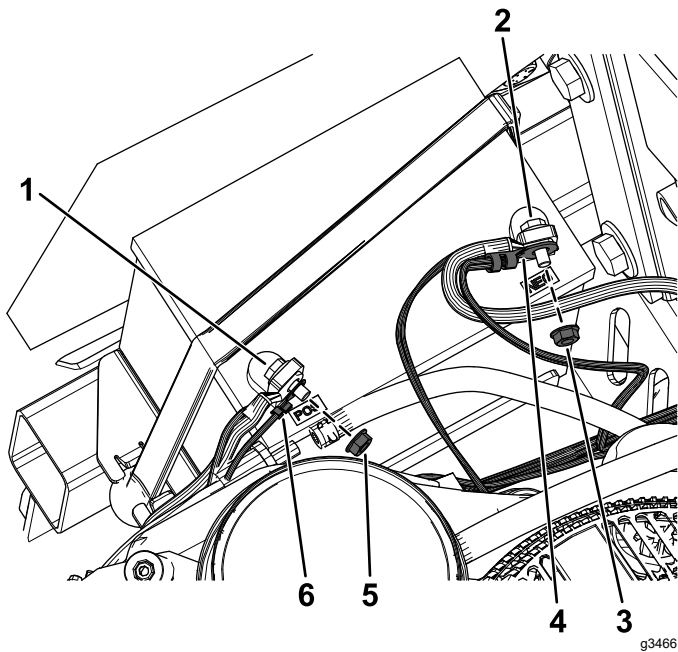

Figura 23
5. Rimuovete il dado dal morsetto positivo della batteria e montate il capocorda positivo del cablaggio preassemblato del kit sul bullone (Figura 23).
6. Fissate il capocorda positivo con il dado rimosso in precedenza (Figura 23).
8. Rimuovete il dado dal morsetto negativo della batteria e montate il capocorda negativo del cablaggio preassemblato del kit sul bullone (Figura 23).
9. Fissate il capocorda negativo con il dado rimosso in precedenza (Figura 23).